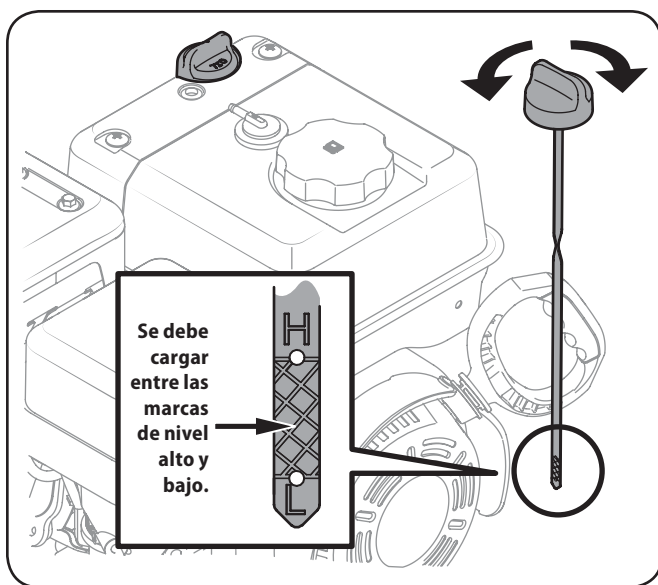

Figura 3-6
- Mantenga el nivel de aceite entre las marcas "H" y "L" de la varilla de medición. Consulte la Figura 3-6.
1. Retire el tapón de llenado/varilla de medición de aceite y limpie bien la varilla. Consulte la Figura 3-6.
3. Saque el tapón / la varilla de medición de aceite. Si el nivel es bajo, agregue lentamente aceite hasta que el nivel registrado esté en un punto intermedio entre alto (H) y bajo (L), Figura 3-6.
4. Afloje y retire el tapón de llenado de aceite/la varilla de medición del nivel de aceite del cuello de llenado de aceite. Anote el nivel de aceite, si la lectura de aceite en la varilla del nivel de aceite está por debajo de la marca "L" (bajo), agregue aceite lentamente hasta alcanzar el nivel "H" (alto). Consulte la Figura 3-6.